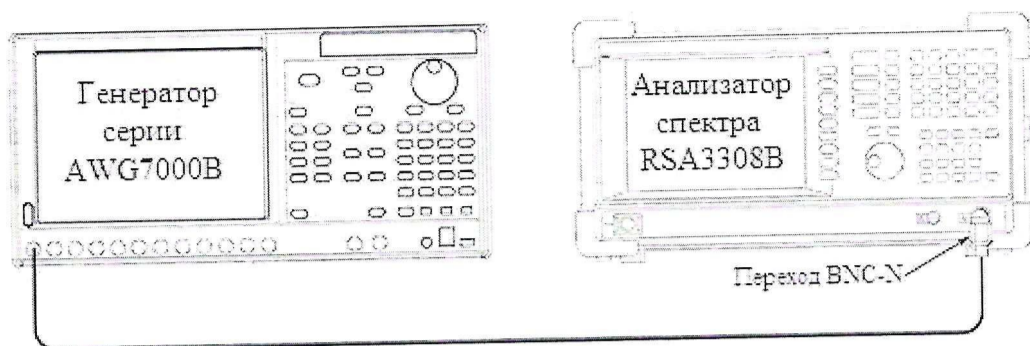

Рисунок 4
8.3.5.1 Собрать измерительную схему в соответствии с рис.4.